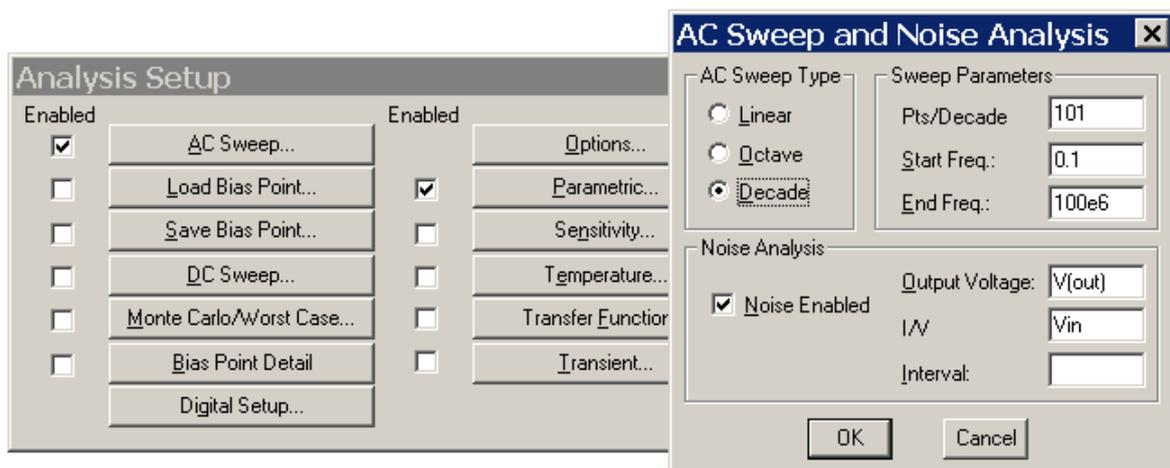

Рисунок 6.2 – Настройка анализа
6.5.2 В окне настройки моделирования выбрать тип анализа **AC Sweep** (рис. 6.2).